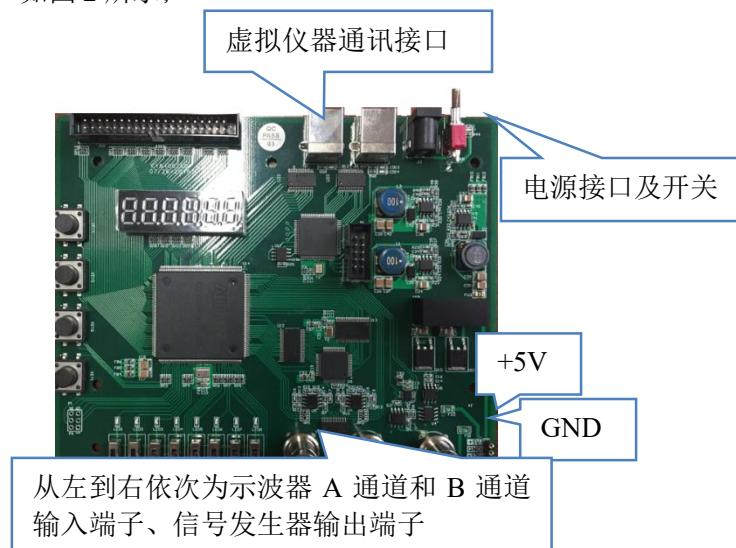

图 2 FPGA 开发板
- 2) 请使用 USB 连接线，将 FPGA 开发板左侧的 USB 接口与 PC 相连。这是虚拟仪器的通讯接口，如图 2 所示；
- 5) 虚拟示波器两个通道的输入端子及虚拟信号发生器的输出端子如图 2 所示，视需要分别通过信号发生器和示波器钩子线与面包板上的测试点进行连接。三根连接线的黑色钩子为接地端，红色钩子为信号端；